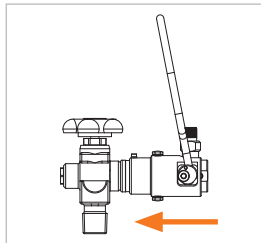

Figure 3
- ▶ Insérer le connecteur droit et sans forcer jusqu'au contact hermétique net sur la vanne de la bouteille (Figure 3). Le joint frontal est ainsi préservé des dommages causés par d'éventuels bords saillants de la vanne de la bouteille et le bon raccordement est garanti.